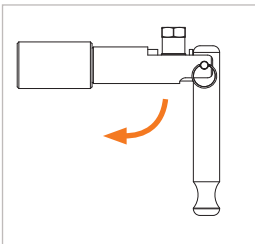

Figure 5
- ▶ Actionnez le levier de serrage (pos. 2) vers le haut ou vers le bas (*Figure 5*). Le connecteur s'ajuste automatiquement à la pièce d'essai afin d'établir une connexion étanche.